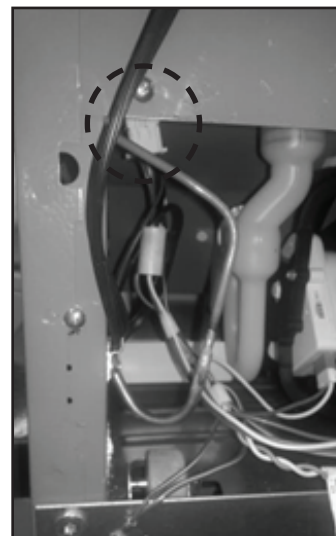

FIGURE 3
5. Débrancher le faisceau du connecteur de montage sur panneau, puis jeter le faisceau. Voir la figure 3.